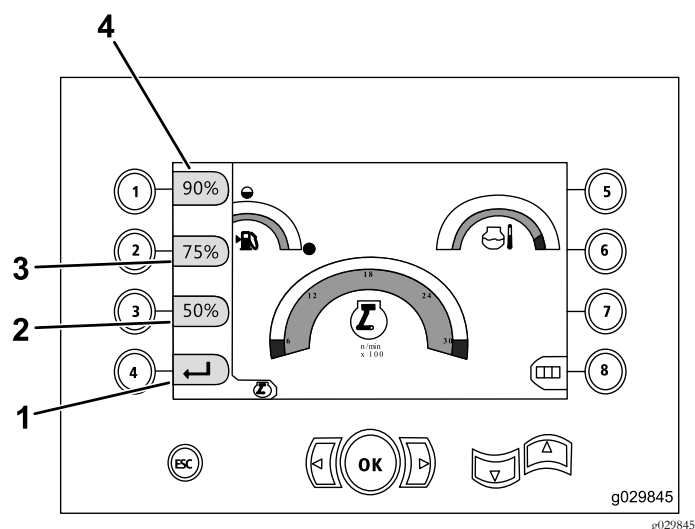

Figure 6
- Appuyez sur le bouton 1 pour activer le régime moteur (tr/min) à 90 %, comme montré à la Figure 6.
- Appuyez sur le bouton 2 pour activer le régime moteur (tr/min) à 75 %, comme montré à la Figure 6.
- Appuyez sur le bouton 3 pour activer le régime moteur (tr/min) à 50 %, comme montré à la Figure 6.
- Appuyez sur le bouton 4 pour retourner à l'écran principal (Figure 6).